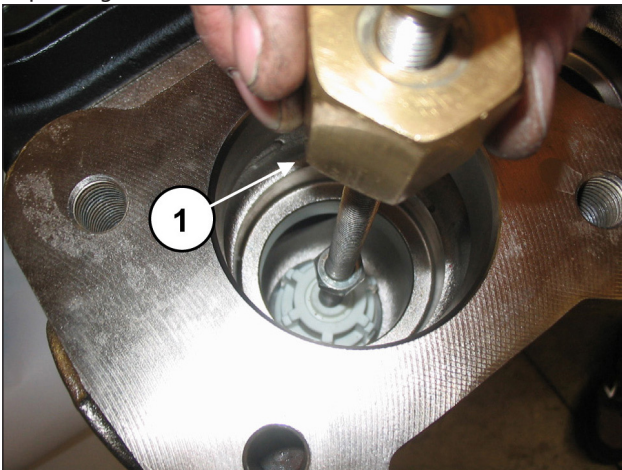

Fig. 84
Extraire le groupe soupape d'aspiration en appliquant un chassoir à inertie sur l'orifice M10 du guide de soupape (rep. ①, Fig. 84).